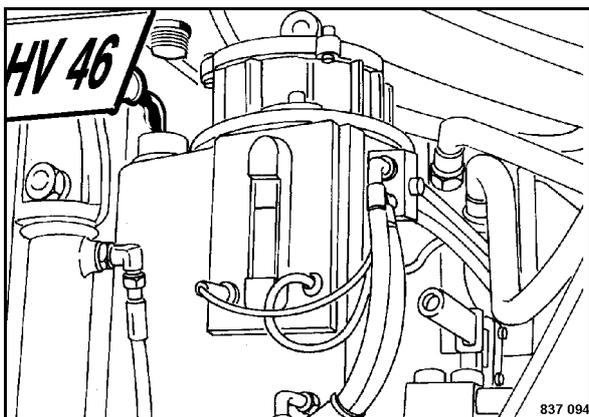

Fig. 211
- Rabboccare nuovo olio idraulico (Fig. 211).